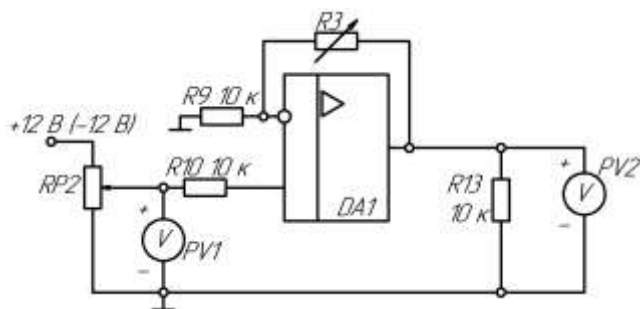

Рисунок 26 - Схема неинвертирующего усилителя
- 3) Собрать схему согласно рис. 26. Установить заданное значение $RP3=20K$.